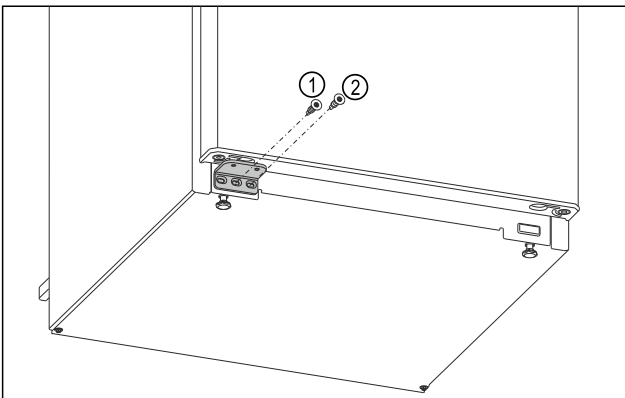

Fig. 17
- Shtrëngoni vidën e mesit të bazamentit mbështetës Fig. 17 (1) me kaçavidë Torx 20.
- Shtrëngoni vidën e brendshme të bazamentit mbështetës Fig. 17 (2) me kaçavidë Torx 20.